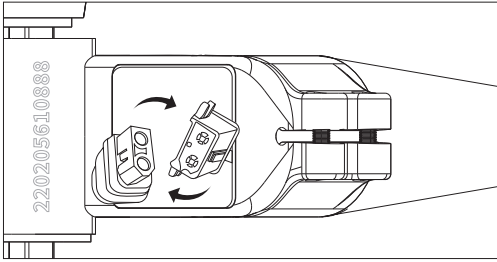

Figura 7-2
- Conecte el cable entre la batería y el controlador, como se muestra en la **Figura 7-2**.